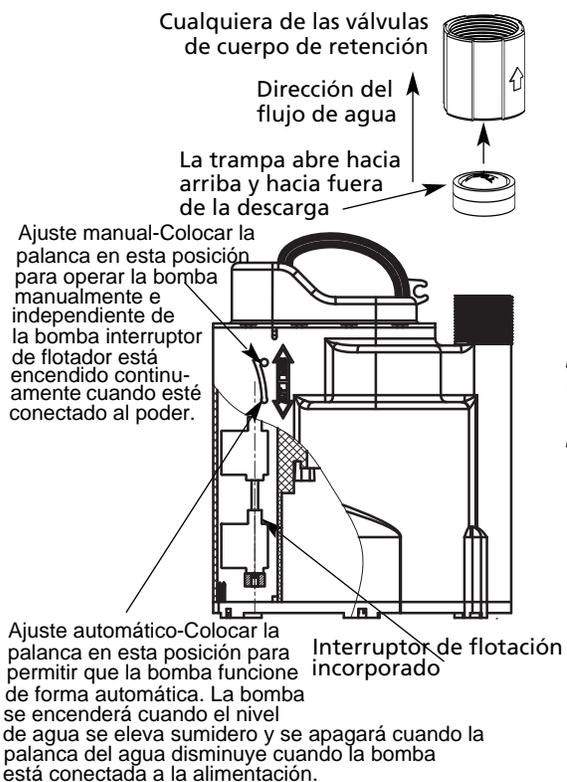

Figura 1
- Instale la válvula de retención en la tubería de descarga para evitar cualquier flujo hacia atrás de agua a través de la bomba cuando la bomba se apaga. Vea la figura 1.